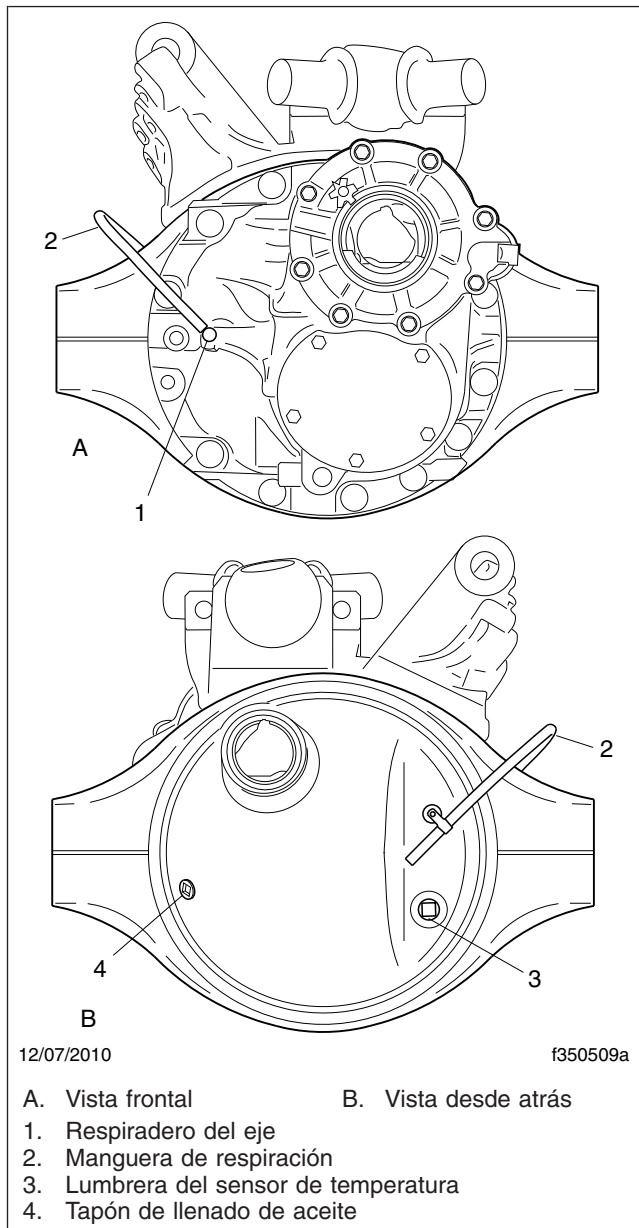

Figura 1, Eje en tándem Detroit (se muestra el eje anterior)
2. Limpie el tapón de llenado y su área circundante. En la cubierta trasera de la funda del eje, retire el tapón del orificio de llenado de aceite. Vea la Figura 1.